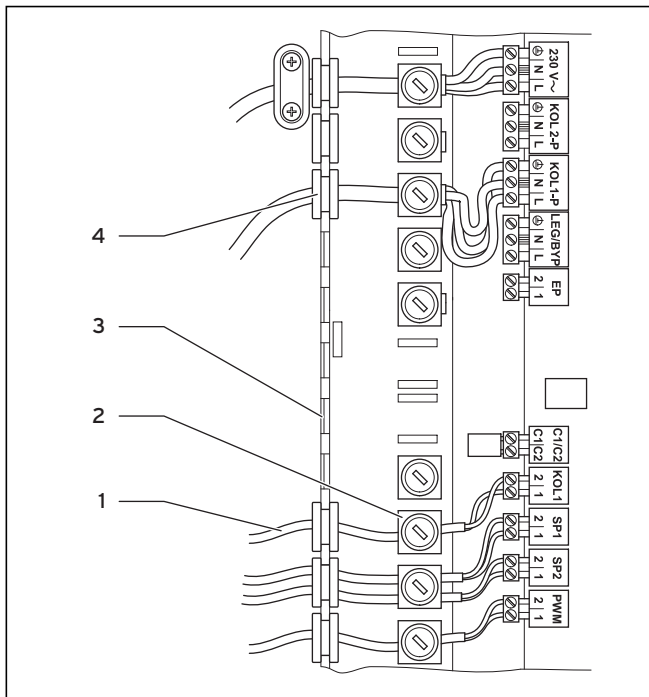

Fig. 5.7 Cableado de la caja de distribución
- Haga pasar el cable eléctrico del sensor del colector (1) que se encuentra en el aislamiento de la "tubería solar de cobre 2 en 1" a través de las guías de cable en la chapa del marco (2) desde el lado superior del acumulador hasta la caja de distribución.
- Tienda las conexiones de la caja de distribución de acuerdo con el esquema hidráulico (véase fig. 5.7, 5.8 y 5.9).
**Inserte los cables a través de las guías de cables de goma (1) antes de atornillar los enchufes a los cables. Para ello solo los tiene que atravesar en la punta. De esta forma las conexiones y el interior de la caja de distribución se encontrarán en un futuro protegidas de las salpicaduras.**